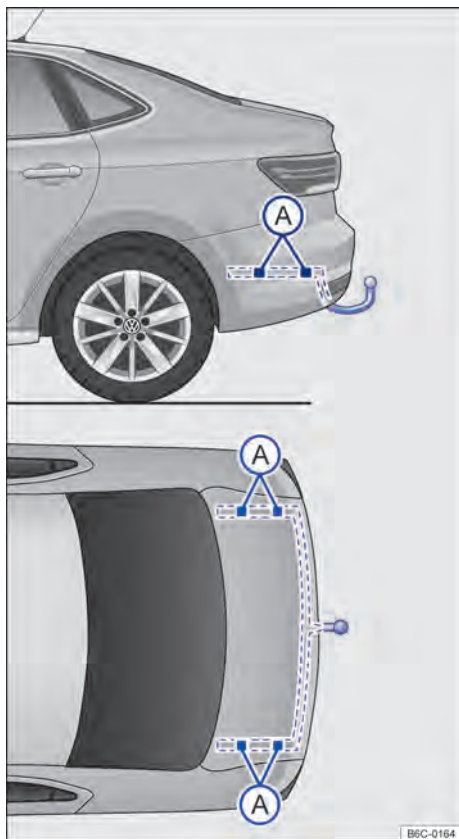

Fig. 132 Pontos de fixação para instalar um dispositivo de reboque posteriormente.
A figura → Fig. 132 ilustra, como exemplo, o ponto de fixação para instalar um dispositivo de reboque do modelo Virtus.
A montagem posterior de um dispositivo de reboque deverá ser efetuada de acordo com as instruções do respectivo fabricante do engate, sempre respeitando os pontos de fixação indicados na → Fig. 132 (A).